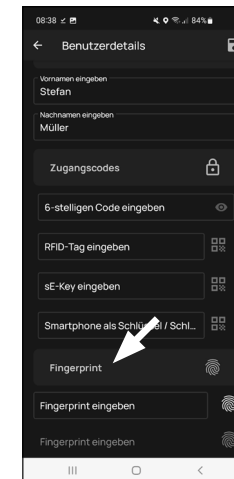

Abb. 5
⑦ Sofern Sie eine optional erhältliche Fingerprint-Tastatur besitzen (z. B. *ENTRY 7712 FP*), können Sie in diesem Absatz einen Finger als Öffnungsmedium einspeichern. Hinweise zur Einrichtung finden Sie in der Anleitung des jeweiligen Artikels (Abb. 5).